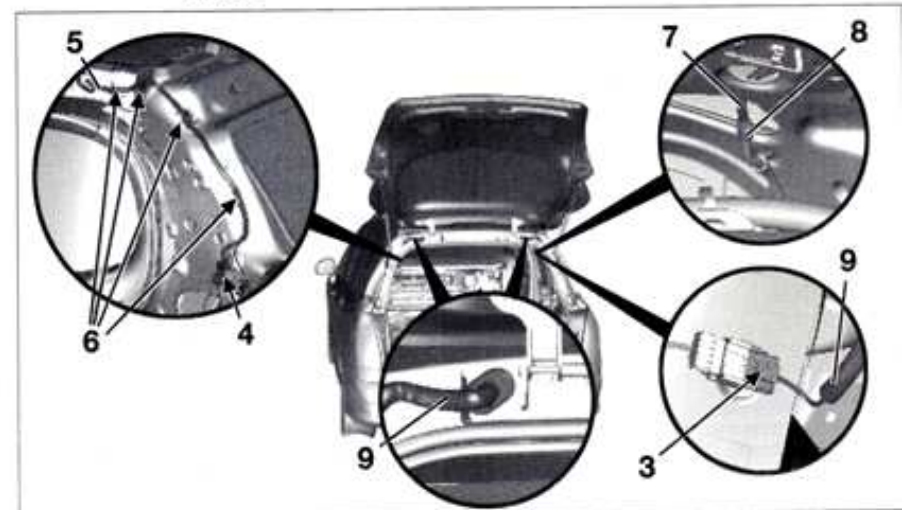

Fig. 179
- Débrancher les connecteurs (3) et (4) (Fig. 179).